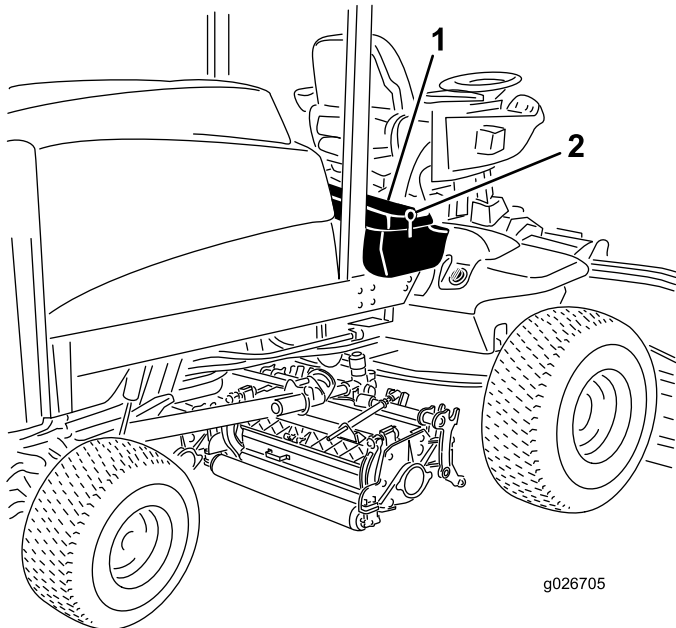

Figura 80
1. Desenganche y levante el panel de la consola del operador (Figura 80).